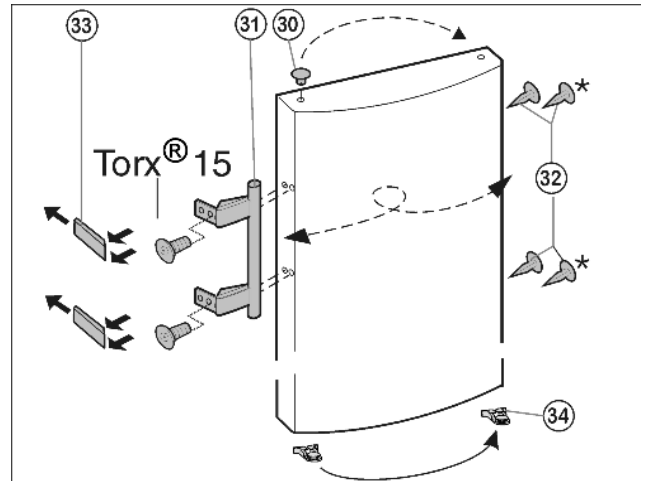

Fig. 11
- ▶ Die Federklemme Fig. 11 (34) aus der Tür ausrasten und auf die neue Scharnierseite umsetzen.*
- ▶ Stopfen Fig. 11 (30) aus der Türlagerbuchse herausheben und umsetzen.
- ▶ Türgriff Fig. 11 (31), Stopfen Fig. 11 (30) und Druckplatten Fig. 11 (32) abmontieren und auf die Gegenseite umsetzen.